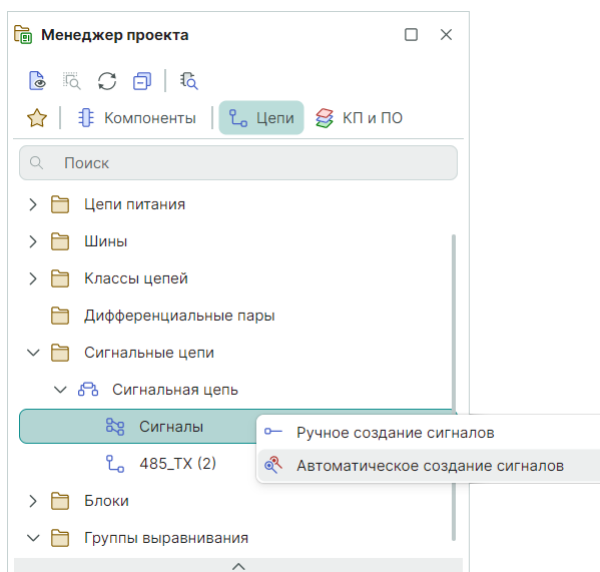

Рис. 153 Создание сигналов для выбранной сигнальной цепи в автоматическом режиме
1. В панели «Менеджер проекта» → «Сигнальные цепи» выберите сигнальную цепь, установите курсор на пункт «Сигналы», вызовите контекстное меню и выберите пункт «Автоматическое создание сигналов», см. Рис. 153.